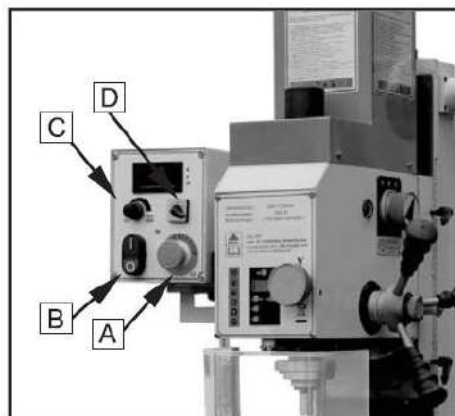

Рис. 12
**Кнопка аварийной остановки** (А, Рис. 12) выполняет функцию аварийной остановки и функцию защиты станка и электрических компонентов. Зеленая кнопка со знаком «I» (В, Рис. 12) предназначена для запуска мотора, а красная кнопка со знаком «O» - для выключения мотора.
**Ручка регулировки скорости** (С, Рис. 12): чтобы увеличить скорость шпинделя, поверните ее по часовой стрелке, а чтобы уменьшить – против часовой стрелки. При каждом выключении станка ручку следует повернуть в нулевое положение. В обязательном порядке запускайте станок только с ручкой в нулевом положении.
**Переключатель «F/R» («Вперед/назад»)** (D, Рис. 12): при изменении положения переключателя изменится направление вращения мотора. F – вращение вперед, R – вращение назад.